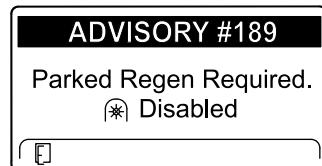

Figure 47
- Si vous n'effectuez pas de régénération en stationnement dans les 2 heures, l'InfoCenter affiche qu'une régénération en stationnement est nécessaire – prise de force désactivée Avis N° 189 (Figure 47).